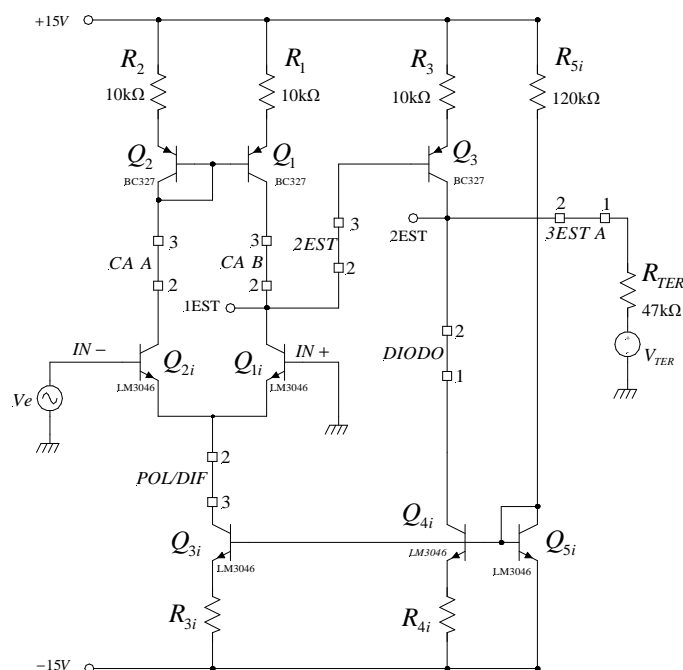
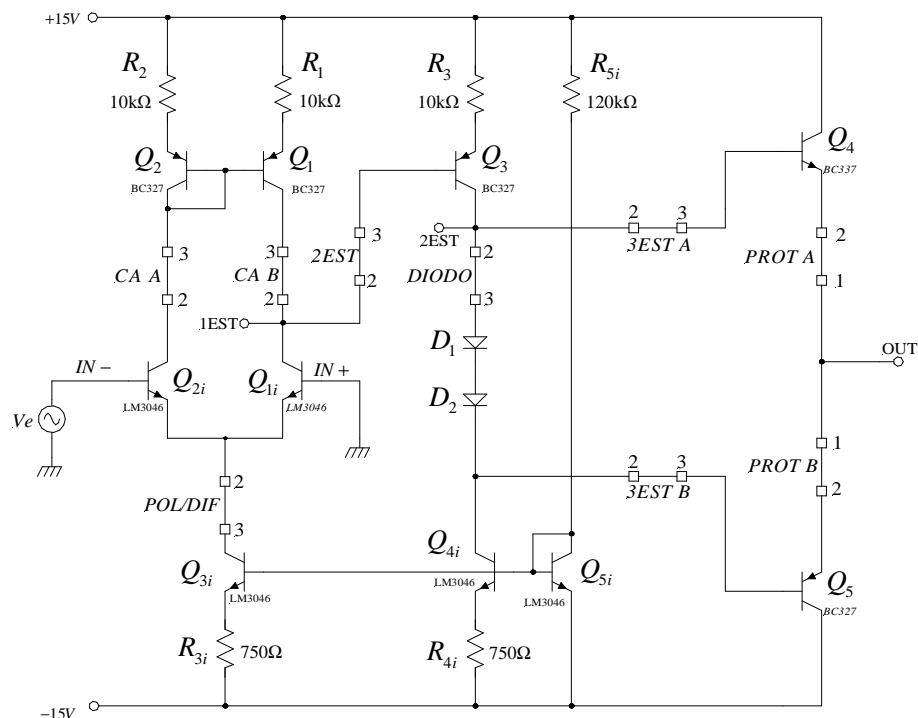

Fig. 5
Fig. 6
O circuito mostrado na Fig.5 corresponde a um amplificador de dois estágios formado por um estágio diferencial de entrada, cuja saída, 1EST, é amplificada através de um estágio “Emissor Comum”. Monte este circuito, com o valor de R_{4i} igual ao de R_{3i} :
O circuito da Fig.6 resulta de uma modificação feita no circuito do amplificador de tensão tratado no roteiro anterior (Fig.5). Foi acrescentado um ESTÁGIO DE SAÍDA formado por dois transistores complementares. OBS: Meça o ganho de corrente de Q4 e Q5 antes de soldá-los na placa.
Utilizando o amplificador operacional da Fig.6:
- 2.8) Utilizando o amplificador operacional da Fig.6, monte um integrador que tenha uma constante de tempo de $1\mu\text{S}$. e: